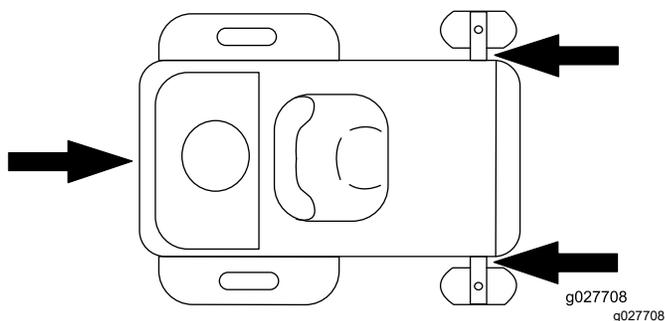

図 31
6. 前キャストホイールおよび後部フレームを利用して機体をロープやチェーンなどで固定する 図 31。ロープ掛けや積荷固定については各地域の法令などに従ってください。